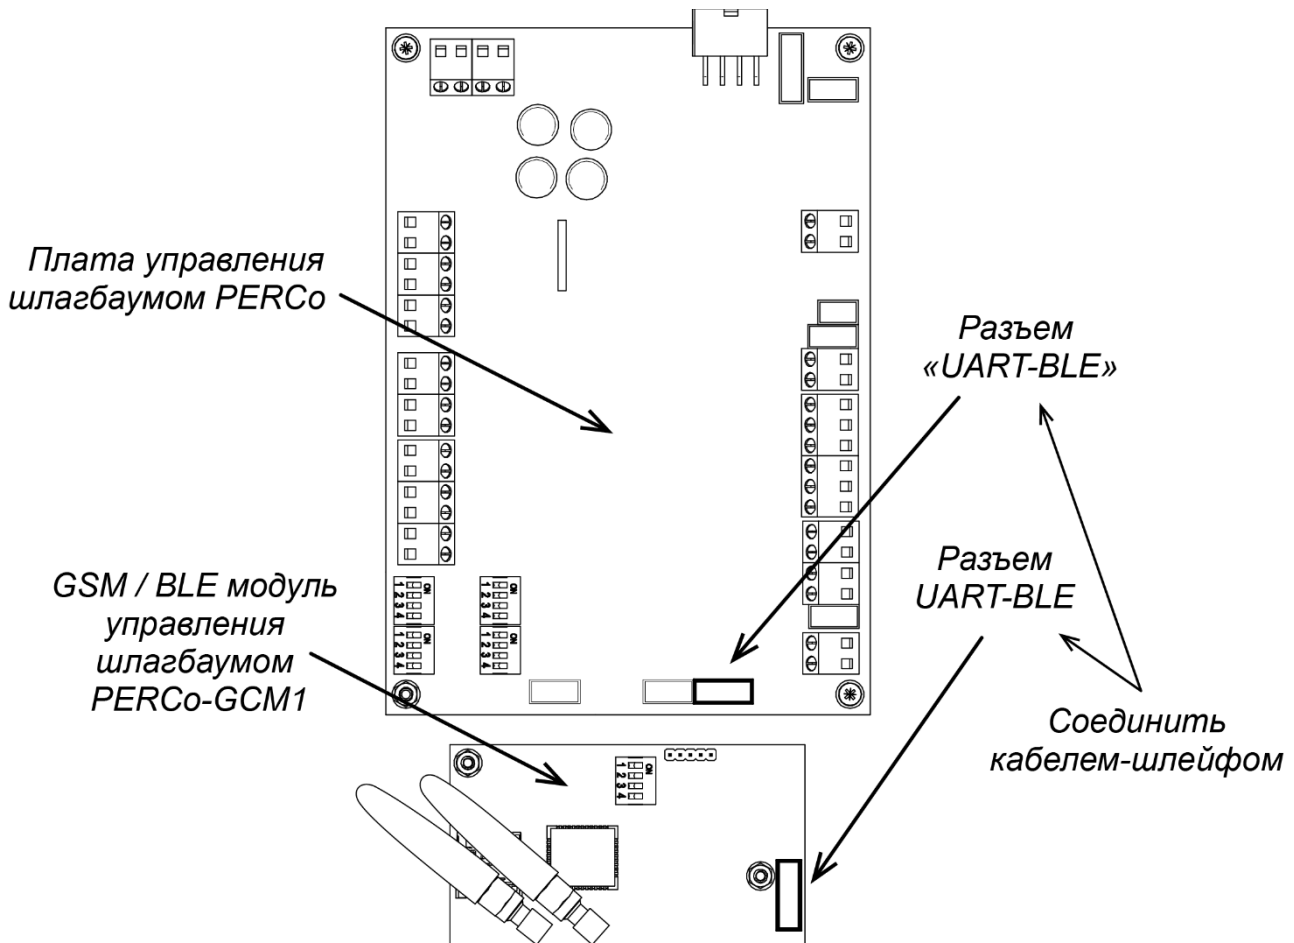

Рисунок 3. Схема подключения модуля управления к плате управления шлагбаума
6. Соедините плату модуля управления с платой управления шлагбаума при помощи кабеля-шлейфа UART-BLE из комплекта поставки (см. рис. 3), при необходимости аккуратно сложите запас длины шлейфа и зафиксируйте его стяжкой.